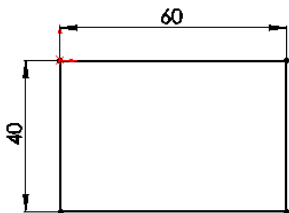

图 4-13 绘制的草图
**02** 绘制草图。在菜单栏中选择“工具”→“草图绘制实体”→“矩形”命令，以原点为一角点绘制一个矩形并标注尺寸，结果如图 4-13 所示。